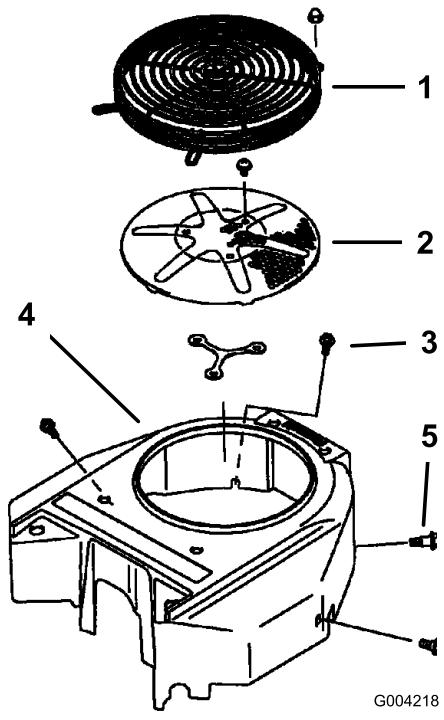

図 56
毎回、運転前に、エンジンスクリーンやその付近に刈りかすやごみがたまっていたら取り除いてください。これにより、十分な冷却効果と適正なエンジン回転数が確保でき、エンジンのオーバーヒートや損傷の発生を抑えることができます図 56。
3. 吸気スクリーンとリコイルスタータ、ファンハウジングを取り外す図 56。
5. 吸気スクリーン、スタート、ファンハウジングを取り付ける図 56。